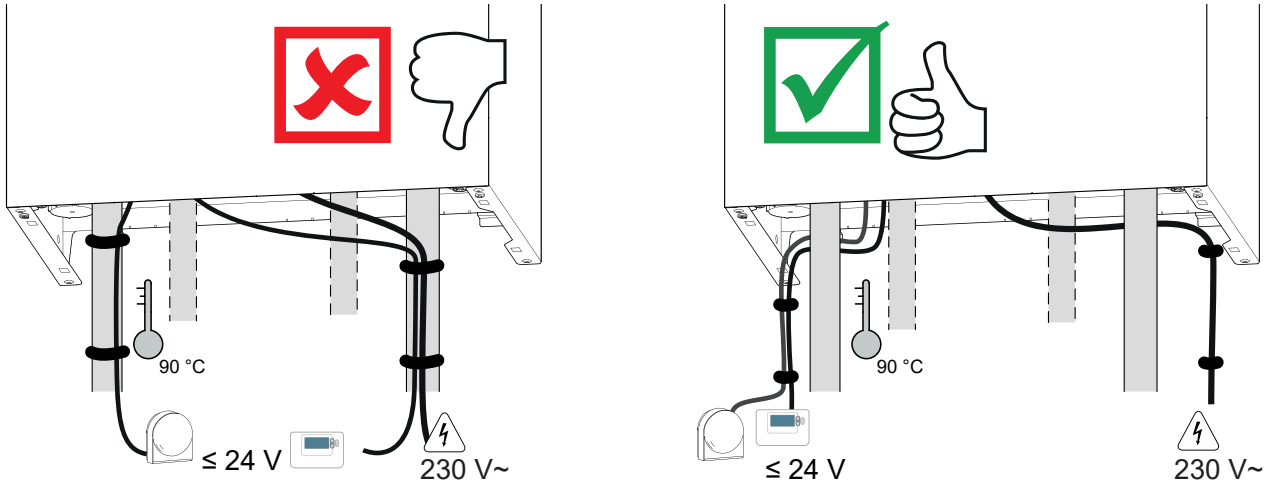
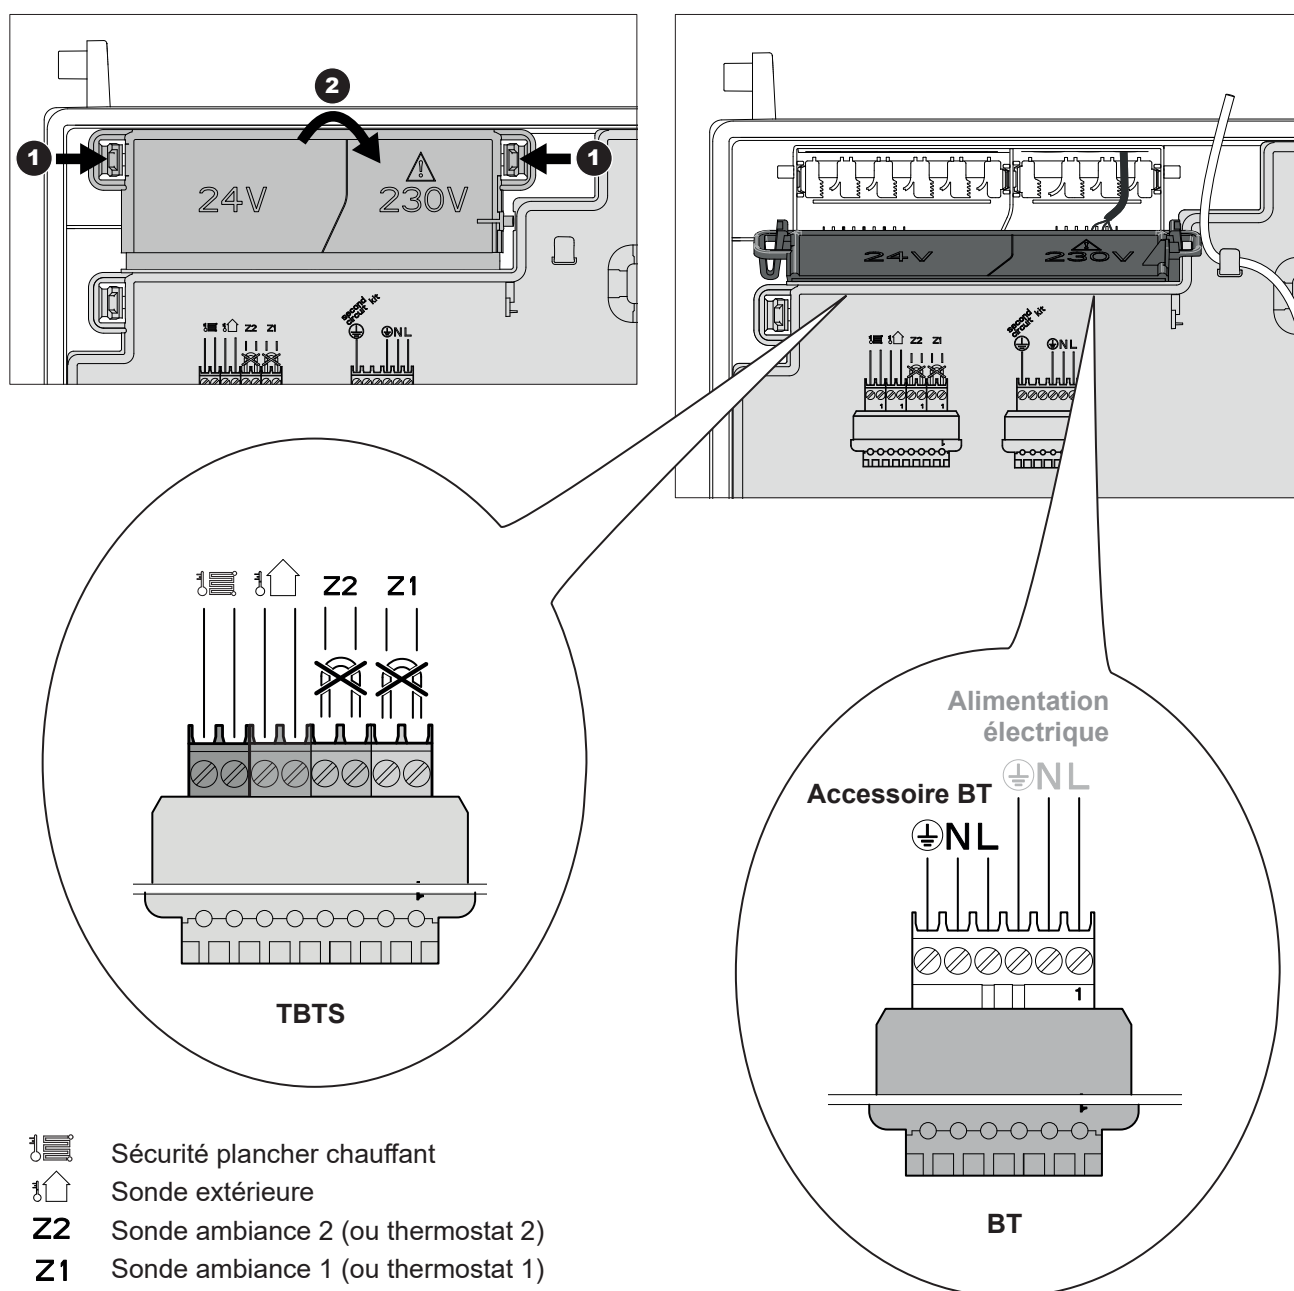

fig. 18 - Chemin de câbles
fig. 20 - Accès borniers
Des bornes sont disponibles sur le connecteur BT (fig. 20) pour alimenter un accessoire.
- Effectuer les raccordements suivant les schémas (fig. 18 et fig. 20).